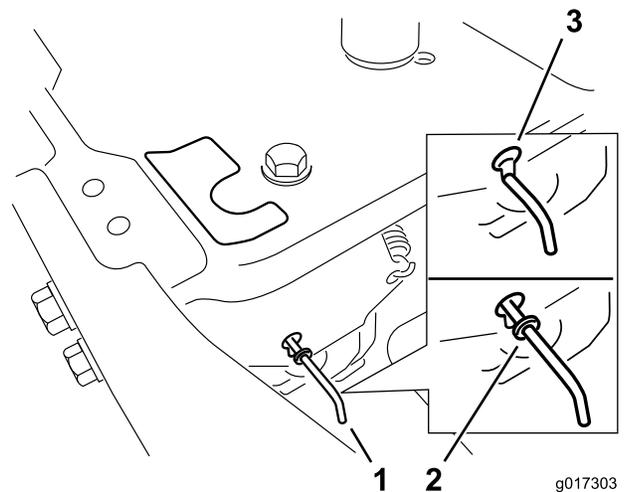

Figura 20
4. Spostate in avanti le leve di bypass attraverso il foro della chiavetta, quindi verso il basso per bloccarle in posizione (Figura 20).
Spostate indietro le leve di bypass attraverso il foro della chiavetta, quindi verso il basso per bloccarle in posizione, come illustrato in Figura 20.